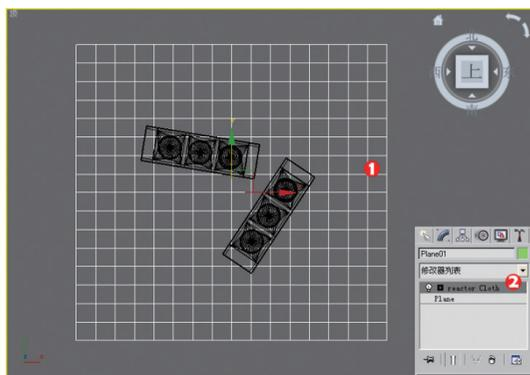

图9-41 添加reactor Cloth
**04** 确认平面处于选中状态，切换到修改面板，选中【修改器列表】中的reactor Cloth选项，如图9-41所示。